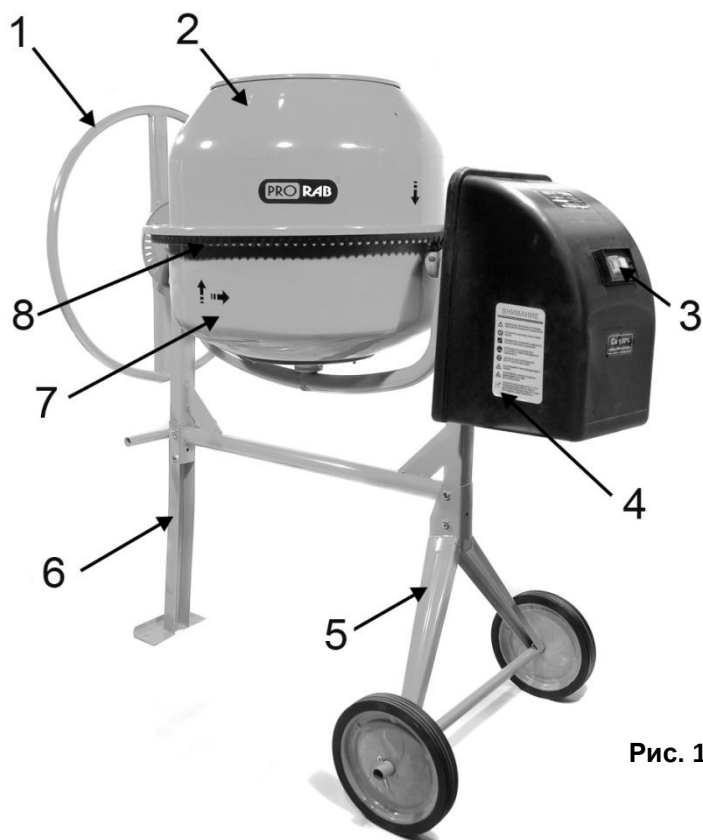

Рис. 1
- Наденьте на стойку оси (5)(См. Рис.1) колеса. И зафиксируйте их с помощью стопоров - шплинтов
- Поместив верхний барабан (2) (См. Рис.1) на обод нижнего барабана (7) (См. Рис.1), убедитесь в совпадении пазов и стрелок, и свободном вращении лопастей внутри барабана.
- Трансмиссия бетоносмесителя закрыта защитным кожухом (4) (См. Рис.1)
2. Нажмите на зеленую кнопку включения (3)(См. Рис.1), расположенную сбоку на защитном кожухе электродвигателя.
3. Для отключения – нажмите на красную кнопку (3)(См. Рис.1).
- Наклон и позиция барабана фиксируется с помощью колеса (1)(См. Рис.1) на боковой его части. Барабан зажимается в определенном положении посредством специального рычага на колесе. Переворачивать барабан можно, если он зафиксирован с помощью ножной педали. Для того, чтобы поставить барабан в фиксированную позицию, ослабьте педаль и вращайте колесо пока положение не зафиксироваться.